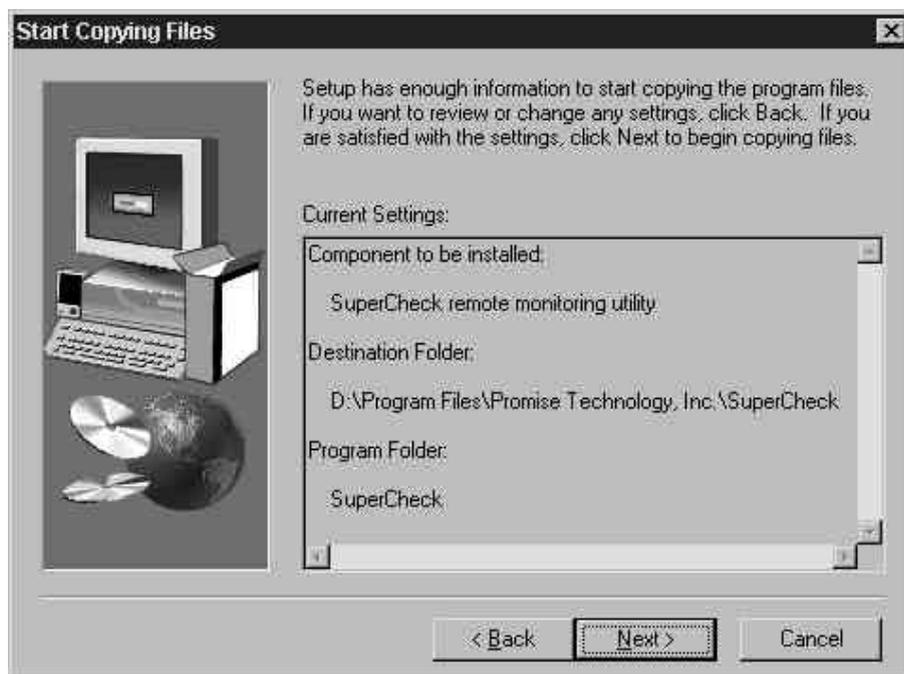

Figure 21 : La fenêtre « Start Copying Files »
9) La fenêtre « Start Copying Files » s'affiche alors (voir Figure 21 ci-dessous). Vérifiez si les composants choisis et le répertoire de destination sélectionnez sont corrects, puis cliquez sur « Next » pour continuer. Dans le cas contraire, cliquez sur le bouton « Back » pour revenir en arrière et faire les changements nécessaires.